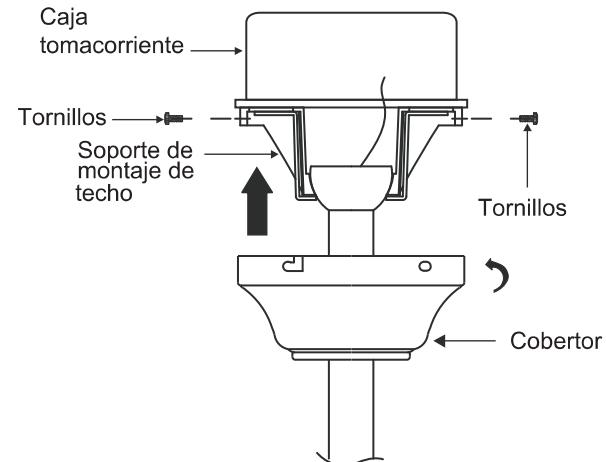

Fig. 12
Paso 2. Deslice el cobertor hacia arriba hasta el techo y ajústelo al soporte de montaje de techo utilizando 4 tornillos en el borde superior del soporte de montaje. Inserte cada tornillo en el orificio de montaje del cobertor y en el soporte de montaje. Ajuste bien todos los tornillos. (**Fig. 12**)